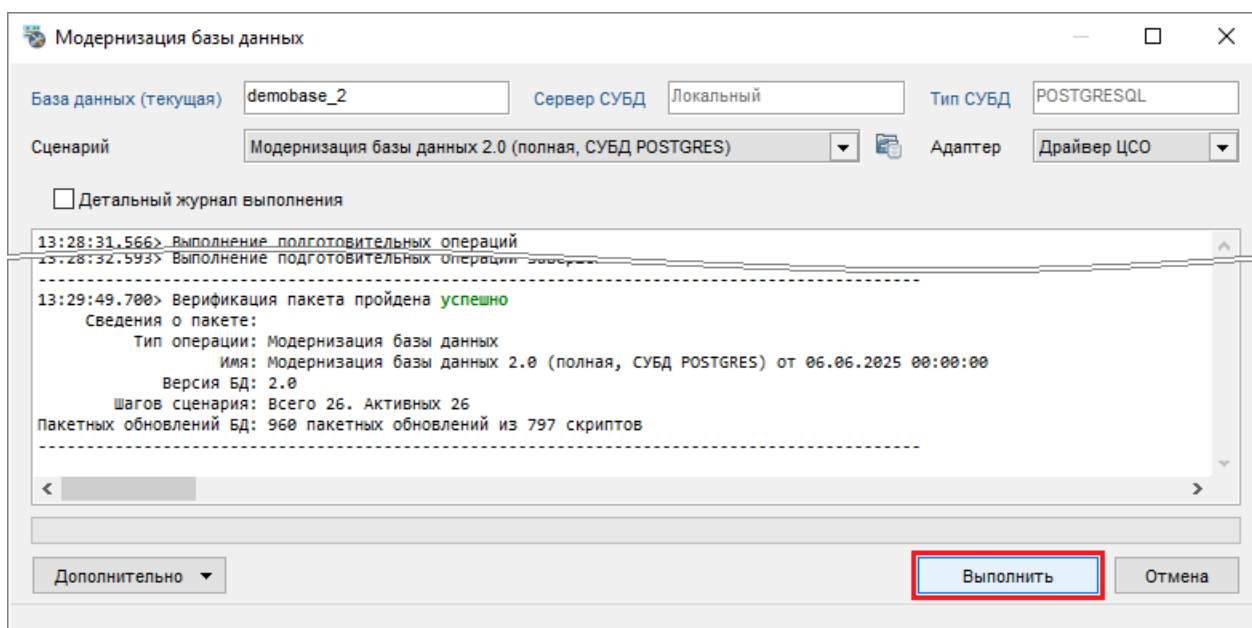

Рисунок 4-63 Запуск процесса модернизации БД
- 4) при отсутствии в протоколе ошибок (либо новых ошибок, если таковые отображались ранее) нажмите кнопку «Выполнить» (см. Рисунок 4-63) для запуска процесса модернизации БД.